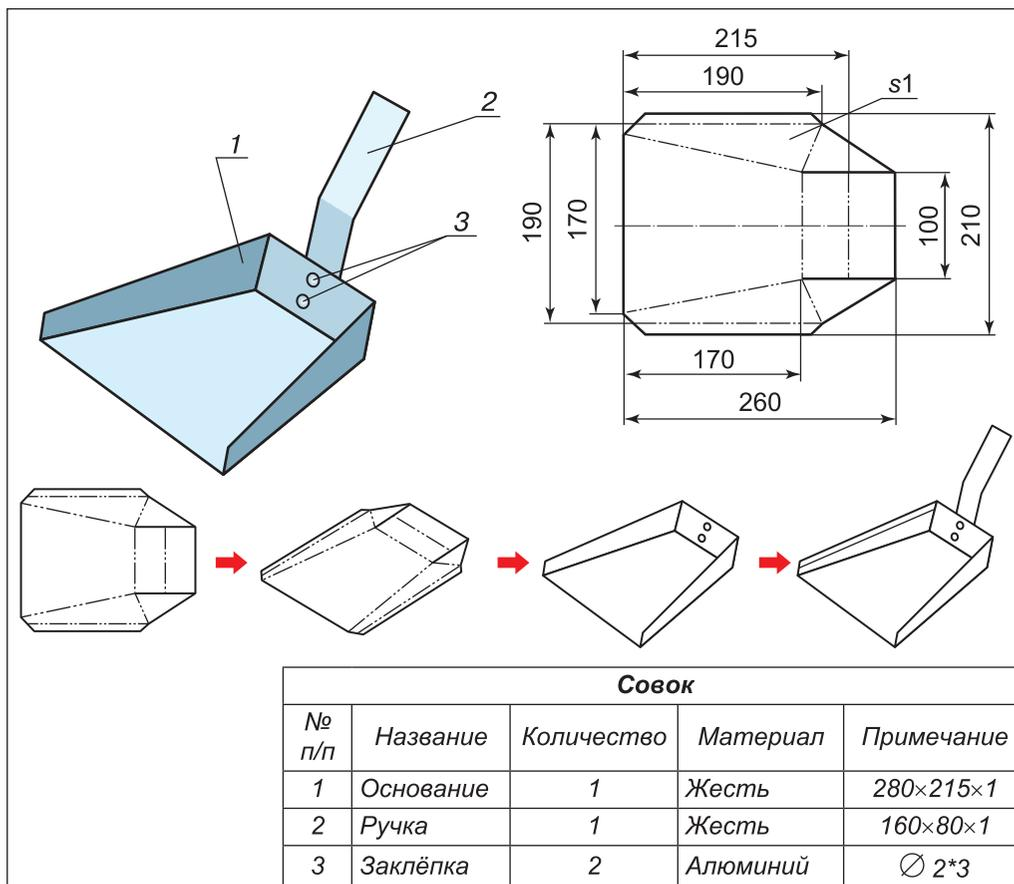

Рис. 131. Чертёж, схема изготовления совка
1. Ознакомьтесь с чертежом изделия (рис. 131).